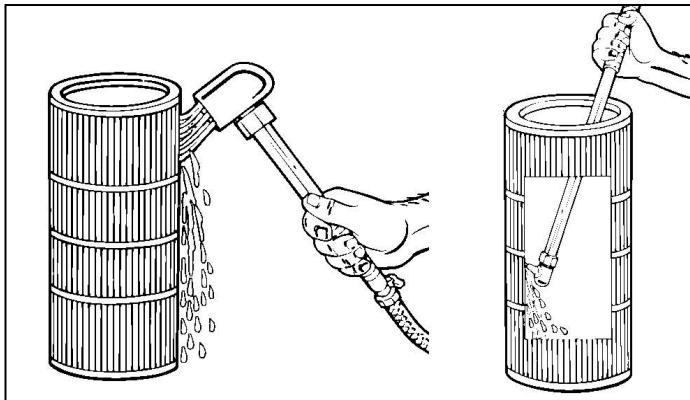

Bild 10 – Tvätta patronen
10. Tvätta det avlägsnade filtret (Bild 10) med rinnande vatten och låt torka.